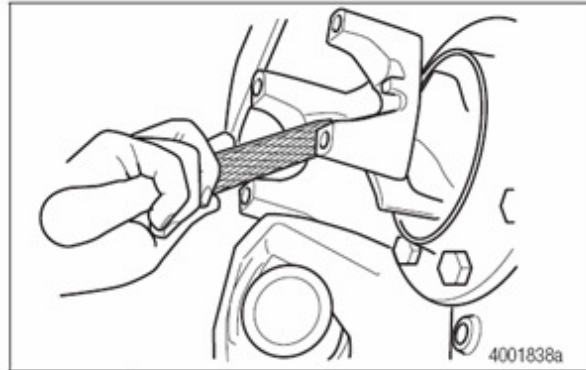

Figura 4.7
5. Inspeccione todas las superficies del crucero de la brida e hilos del orificio para el perno para averiguar si hay daño. Remueva el metal levantado o erosión con una lima de dientes finos o un papel de lija. Figura 4.7